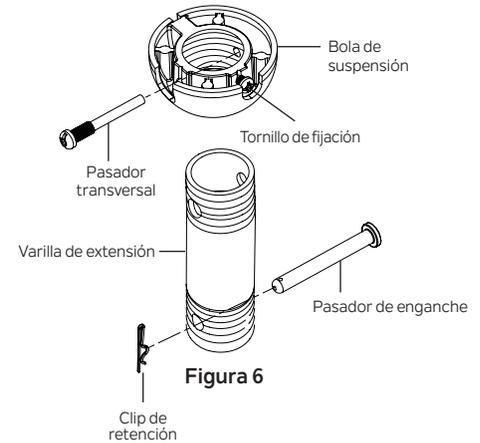

Figura 6
Paso 3. Retire el clip de retención y el pasador de enganche del conjunto de bola/varilla de extensión. Retire la bola de suspensión del conjunto de bola/varilla de extensión aflojando el tornillo de fijación de la bola de suspensión (no lo retire), desatornillando y quitando el pasador transversal y desatornillando la bola de suspensión de la varilla de extensión. (Figura 6)